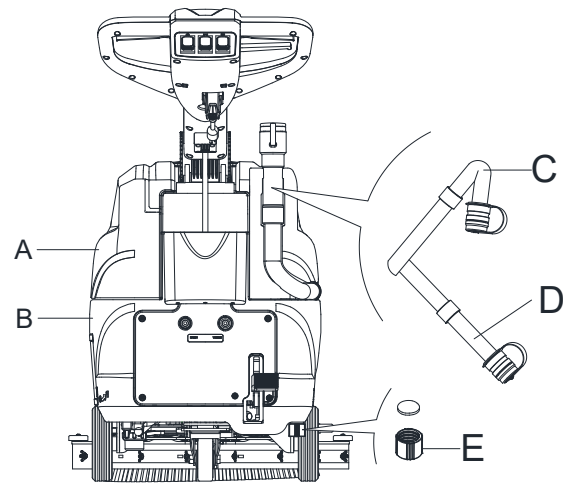
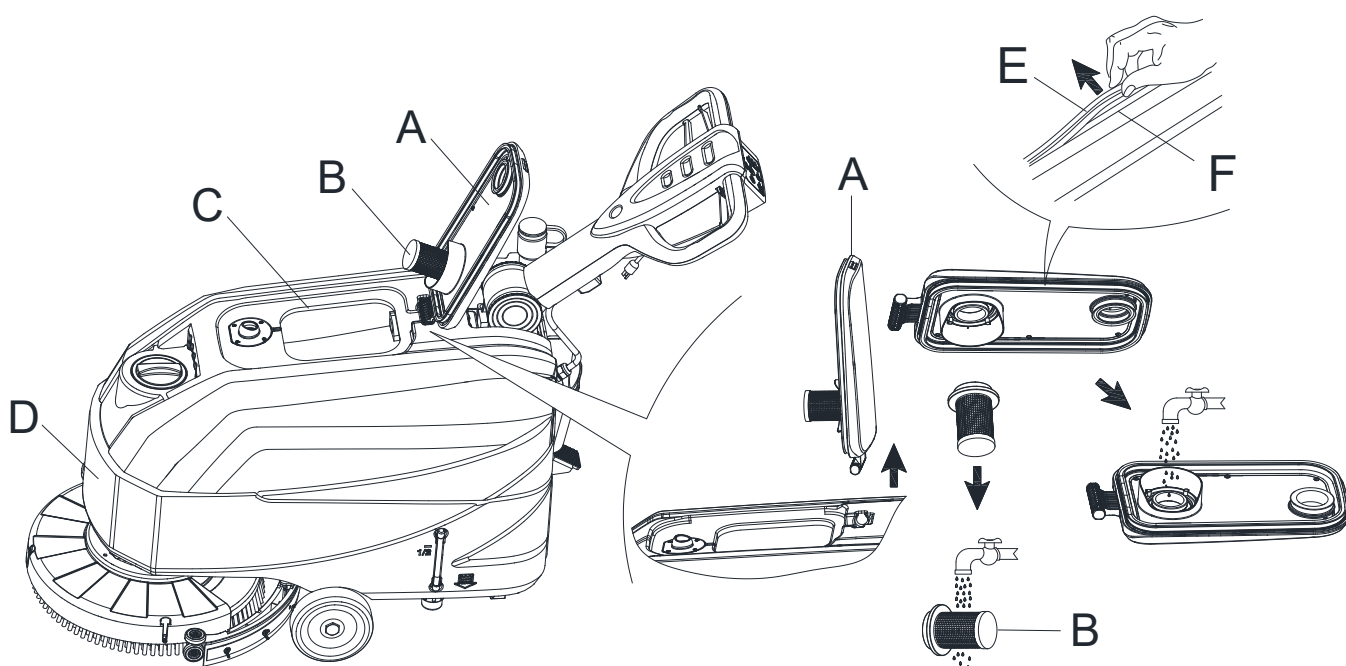

Figure 10
Figure 14
Lors de la vidange des eaux usées, le tube d'aspiration des déchets doit être replié (C, Figure 10) et abaissé en position inférieure (D, Figure 10), puis ouvrez le couvercle du tube d'aspiration des déchets pour vidanger l'eau. Ne pas orienter vers le haut le tuyau de vidange, afin de drainer l'eau à la verticale. Ceci afin d'éviter que les eaux usées se déversent sur l'opérateur.
8. Videz le réservoir de solution avec le couvercle de sortie (E, Figure 10). Après avoir travaillé, rincer le réservoir avec de l'eau propre.
2. Videz les réservoirs (A et B, Figure 10) comme indiqué au paragraphe précédent.
3. Tournez le couvercle du réservoir de récupération (A, Figure 14) de 90 degrés pour le retirer, puis retirez le filtre à bille de flottement (B) du couvercle du réservoir de récupération.
4. Nettoyez le couvercle du réservoir de récupération (A), le réservoir de récupération (C), le réservoir de solution propre (D) et le filtre à bille de flottement (B). Videz le réservoir de récupération à l'aide du flexible de purge (D, Figure 10).
5. Installez le filtre à bille de flottement (B) et le couvercle du réservoir de récupération (A).
**La bande d'étanchéité du réservoir (E) produit l'aspiration à l'intérieur du réservoir lorsque le moteur d'aspiration fonctionne. Le réservoir doit être hermétique pour pouvoir absorber efficacement l'eau du sol vers le réservoir de récupération.**
7. Vérifiez si la surface de contact de la bande d'étanchéité (E) est intègre et si l'étanchéité est suffisante. Si nécessaire, sortez de la rainure (H) la bande d'étanchéité du réservoir et remplacez-la. Montez la nouvelle bande d'étanchéité comme illustré à la (Figure 14), le joint doit se trouver dans la zone centrale.
8. Fermer le couvercle du réservoir de récupération (A).